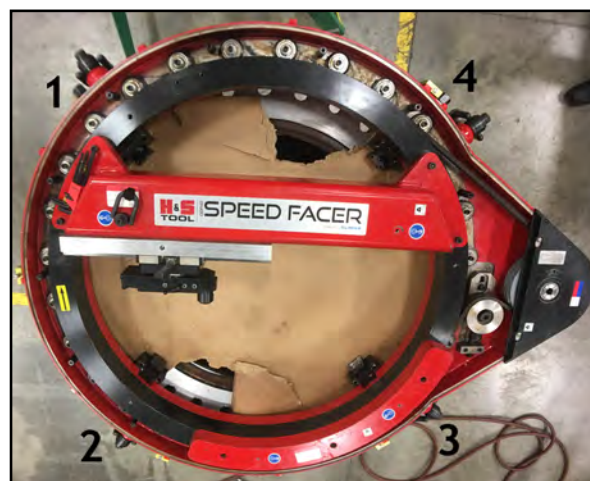

FIGURE 5-4. EMPLACEMENTS INITIAUX DES ROULEMENTS DES ROULEAUX
3. Commencez la procédure de réglage sur les quatre rouleaux situés le plus près des pieds de support (voir la Figure 5-4, page 33). Ceux-ci seront à environ 90° l'un de l'autre.